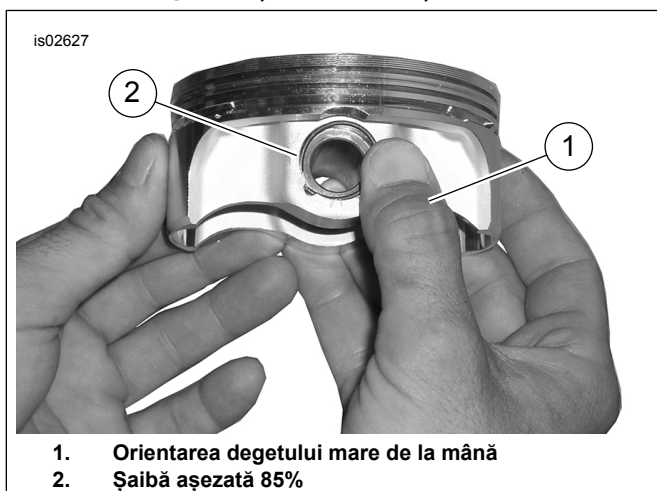

Figura 4. Montare șaibă
2. Consultați Figura 4 . Poziționați degetul mare de la mână (1) așa cum se arată. Apăsați ferm până când aproximativ 85% din șaibă (2) este așezată în canelură.